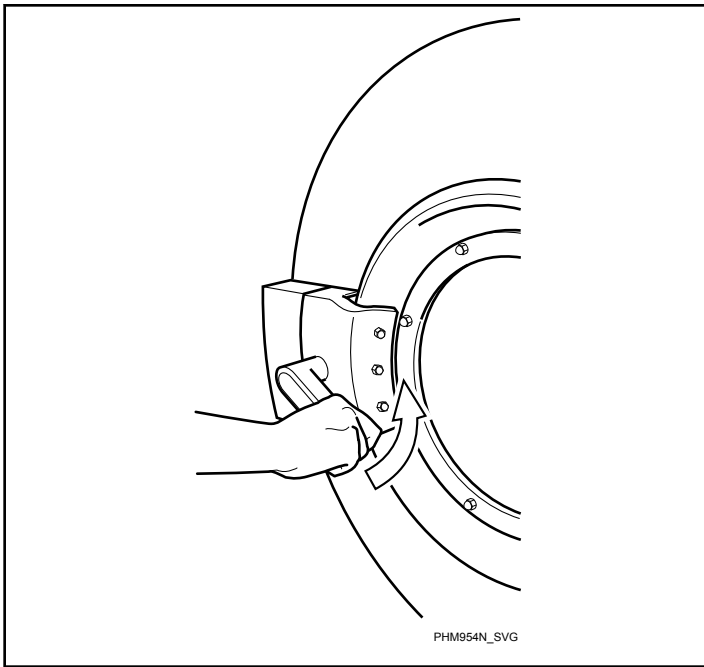

図 34
4. 左回りにハンドルを回して、ドアを閉じます。図 34 を参照してください。